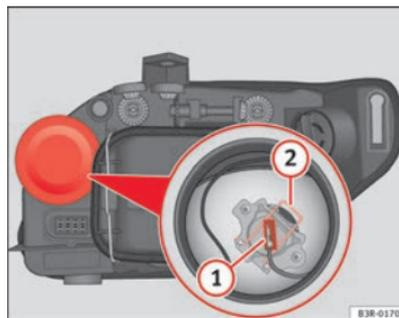

Abb. 209 Fernlicht
- Ziehen Sie den Stecker ⇒ Abb. 209 (1) von der Lampe ab.
- Die Haltefeder ⇒ Abb. 209 (2) durch Eindrücken und Rechtsdrehung abnehmen.